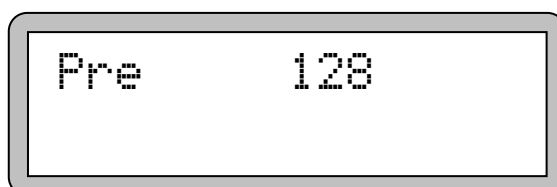

Рис. 10. Установка коэффициента деления прескалера.
При работе с внешним прескалером частотомер автоматически умножает измеренное значение на коэффициент деления частоты прескалером. Возможно использование прескалеров с коэффициентами деления от 1 (активный пробник без делителя) до 1000. Для задания коэффициента деления прескалера служит меню «Pre» (рис. 10). Редактирование значения производится кнопками «DOWN» и «UP». После редактирования можно перейти к следующему параметру, нажав кнопку «MENU», или вернуться в основное меню нажатием кнопки «OK». Одновременно нажатие кнопок «MENU» + «OK» устанавливает значение параметра по умолчанию (1).